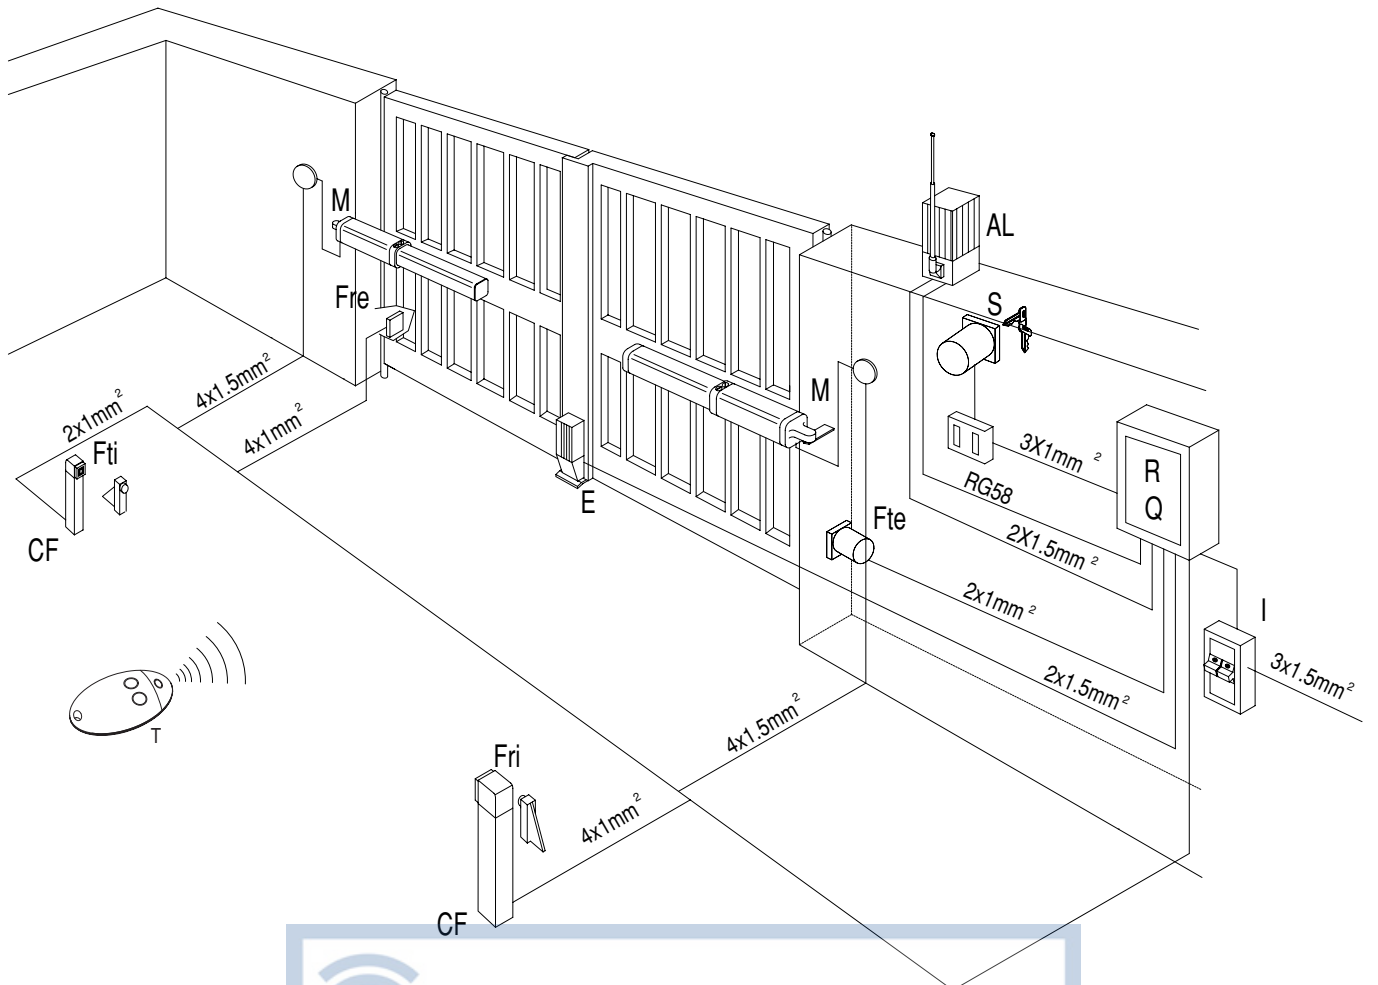

Fig. 20
- a) Aparafuse os parafusos de sangria (fig. 20) e desmonte o operador do portão.